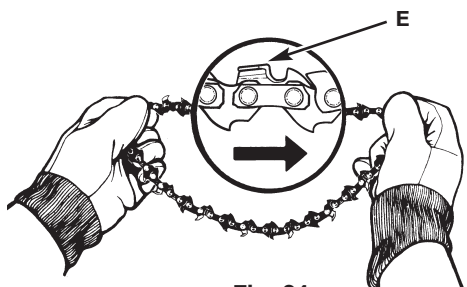

Fig. 24
1. Retire la cadena enrollándola desde los lados cortantes (E) hacia la derecha (Fig. 24).